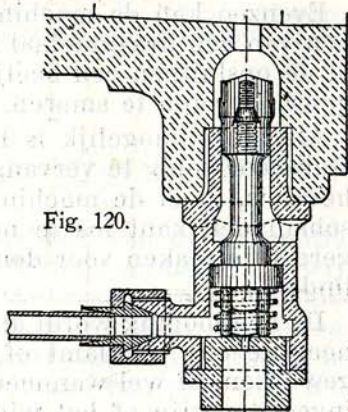

Fig. 120.
(1) Is de locomotief voorzien van zelfwerkende spuikekleppen, dan neemt de machinist de onderste stop van die kleppen af, steekt hij iets hards, bij voorbeeld twee kleine moeren, tusschen de windingen van de veer (zie fig. 120) en zet hij het deksel weer op. Dan blijven, zelfs wanneer stoom in den cylinder gelaten wordt, de kleppen open zonder dat het noodig is de stoomtoevoerkraan naar de kleppen te verzetten.